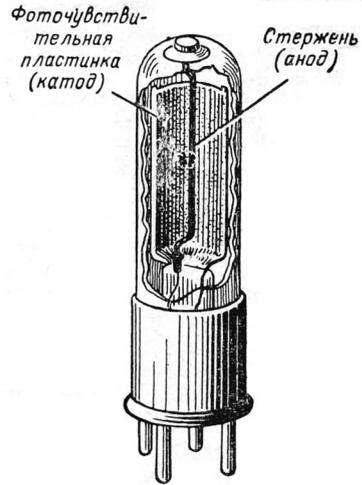

Рис. III.38. Фотоэлектрический элемент.
**Фотоэлектрический прибор.** Некоторые материалы, такие, как калий, натрий и цезий, под действием света испускают небольшое количество электронов. Материалы, обладающие таким свойством, называют фоточувствительными и используют в фотоэлектрических элементах. Фотоэлектрический элемент (рис. III.38) содержит изогнутую пластинку, покрытую фоточувствительным материалом (катод). Вблизи пластинки смонтирован металлический стержень (анод). И стержень, и пластинка помещены внутрь герметизированного стеклянного баллона. Когда пластинка освещается, из нее выделяются электроны. Так как электроны являются отрицательными частицами, то они устремляются к тому месту, где расположен положительный заряд. Если стержень присоединен к положительному зажиму батареи, то он притягивает электроны, вылетающие из пластинки. Чем ярче свет, падающий на пластинку, тем больше электронов она испускает.